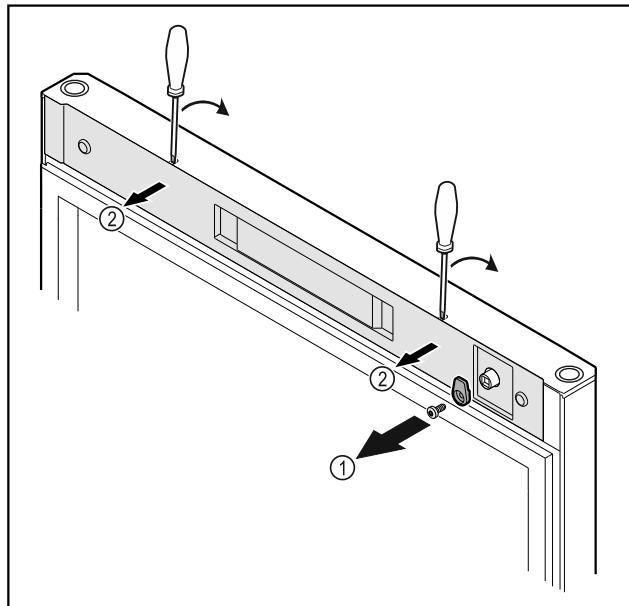

Fig. 7
► Schließhaken Fig. 7 (1) abschrauben.
► Abdeckung Fig. 7 (2) mit einem kleinen Schraubendreher ausrasten und abnehmen.